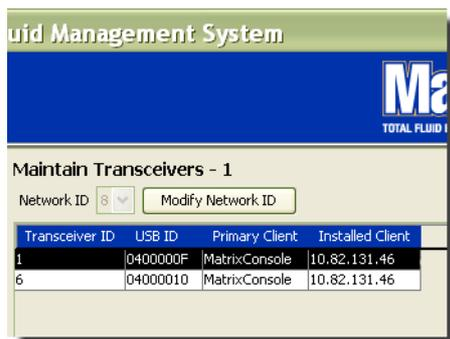

ABB. 92
- Das aktualisierte Primär-Client-Profil zeigt das Primär-Client-Feld wie in ABB. 92 gezeigt an.
5. In der Fluidansicht wird nun die Fluidinformation angezeigt, wie in ABB. 92 gezeigt.